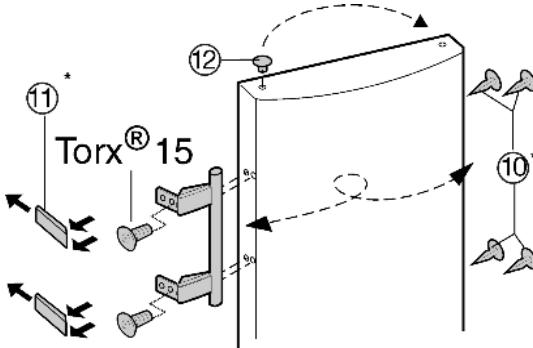

Fig. 8
- ▶ Извлеките пробку *Fig. 8* (12) из опорной втулки дверцы и переставьте.
- ▶ Снимите и переставьте на противоположную сторону дверную ручку, пробку *Fig. 8* (10) и прижимные пластины *Fig. 8* (11).